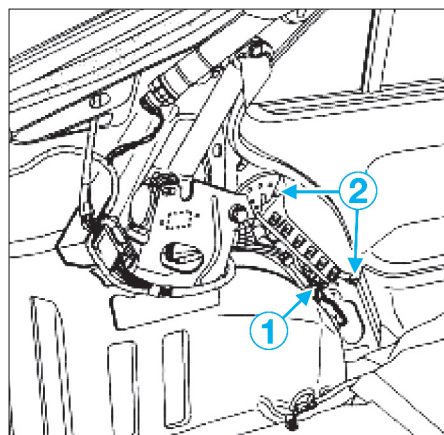

FIG. 11
- Dégager le câblage du module airbag et son fil de masse après avoir débranché son connecteur (1) (repérer le parcours du câblage et ses points de fixation) (fig. 11).